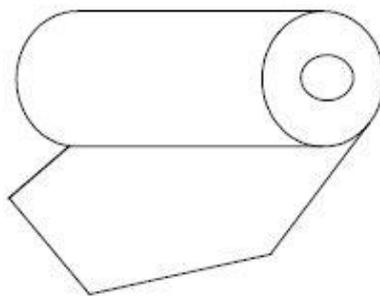

Рис. 7.5.2
- 2) Обрежьте передний край бумаги в виде буквы V, как показано на рис. 7.5.2.